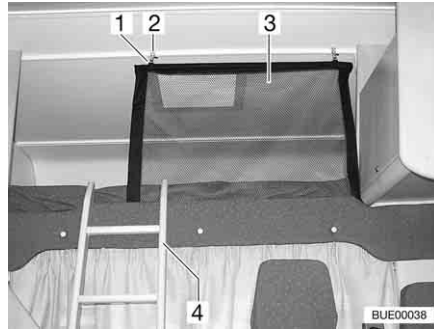
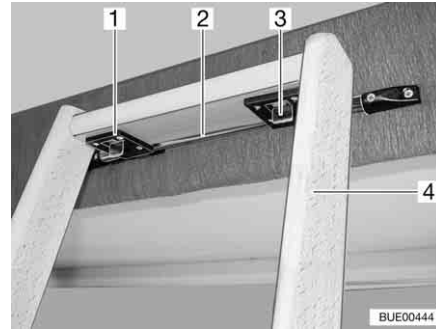

Fig. 99 Cama de alcoba
Fig. 100 Escalera de ascenso, bloqueo
Para subir a la cama de alcoba, utilizar la escalera de ascenso (Fig. 99,4 y Fig. 100,4) equipada de serie.
- Enganchar la escalera con los dos ganchos (Fig. 100,1) en la barra (Fig. 100,2) del panel de la alcoba.
- Correr los dos bloqueos (Fig. 100,3) hacia adelante.
La red de seguridad (Fig. 99,3) viene de serie entre el colchón y el somier. Tender la red de seguridad cuando las personas ya se encuentren en la alcoba.
- Enganchar el soporte (Fig. 99,1) en las argollas en el techo (Fig. 99,2).